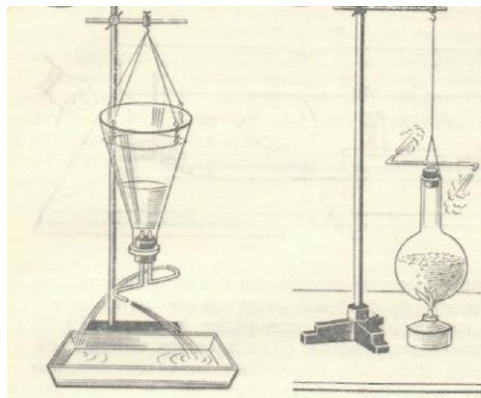

рис. 4
3. Колбу наполняют водой на $\frac{1}{3}$ или $\frac{1}{4}$ ее объема (рис.4). Горлышко колбы закрывают той же пробкой, что и в первом варианте. Колбу подвешивают на штативе. Под колбу подводят пламя горелки. Вода закипает, пар с силой вырывается из сопел, и колба приходит во вращение. Колба вращается за счет импульса, переданного ей струями пара.